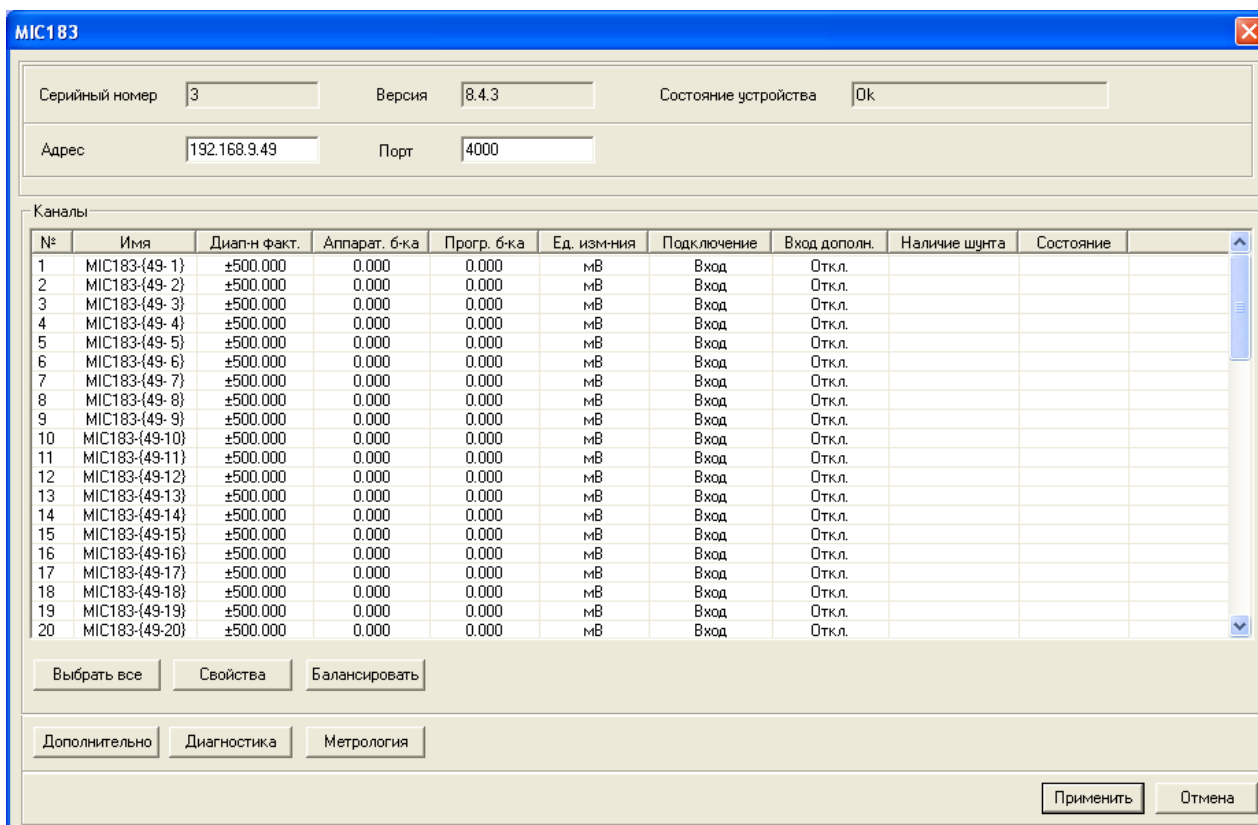
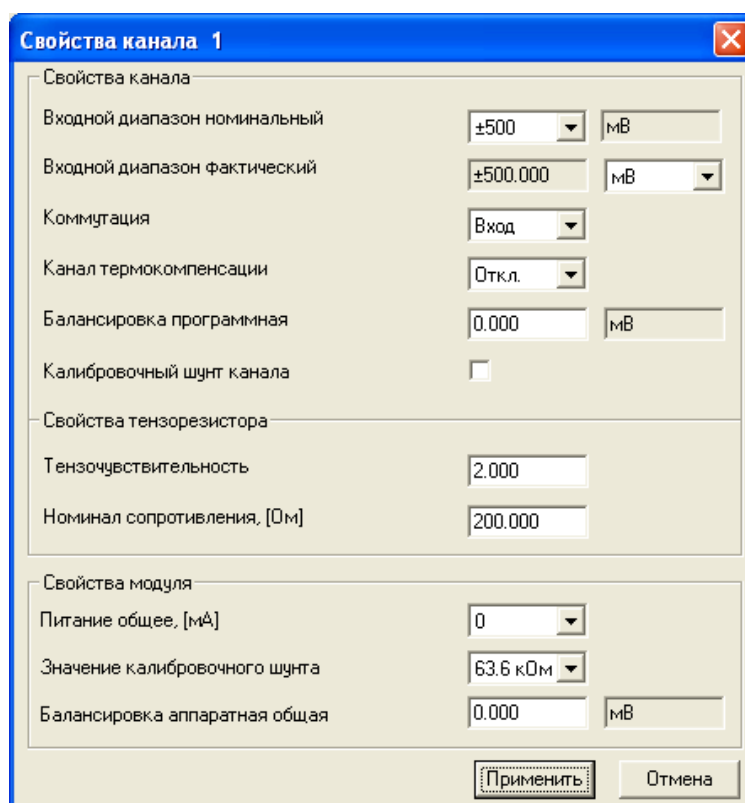
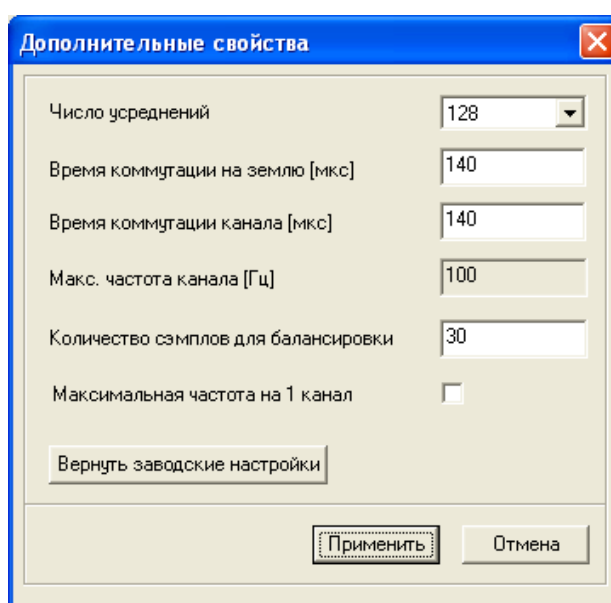
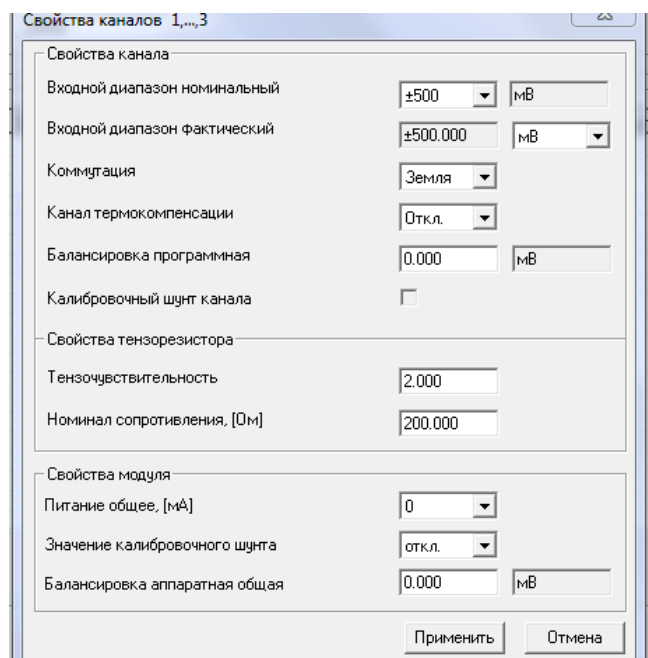

Рис. 12. Окно «MIC-183» - Подключение к Ethernet и настройка каналов
Рис. 13. Окно «Свойства канала 1»
Рис. 14. Окно «Дополнительные свойства» настройки каналов
Рис. 21. Настройка каналов при проверке «на заземление»
2.2.4.7 В результате выполнения будет выведено окно «Найденные устройства», в котором должна присутствовать строка вида: «MIC-183 – ... с/н:х», где х-серийный номер комплекса MIC-183. Нажать правую кнопку «мыши» на строке «MIC-183 – ... с/н:х», в контекстном меню выбрать пункт «Свойства», затем в открывшемся окне «MIC-183» вести в поле «Адрес» (См. Рис. 12) IP-адрес MIC-183, после чего можно закрыть окно «MIC-183» нажатием кнопки «Применить» и подключить IP-адрес, либо продолжить настройку каналов, результаты которой отображаются в поле «Каналы».
2.2.4.8 Настройка каналов может быть выполнена применительно к одному, группе или всем 64 каналам комплекса MIC-183, выбор которых производится с помощью клавиш Shift, Ctrl при выделении строк курсором мыши. После выбора настраиваемых каналов, кнопкой «Свойства» (см. Рис. 12) открывается окно «Свойства канала 1» (см. Рис. 13), в котором выполняются следующие настройки:
- Балансировка программная устанавливается автоматически при выполнении операции «Балансировка» (см. Рис. 12. Окно «МІС-183» - Подключение к Ethernet и настройка каналов), но может быть скорректирована в ручном режиме;
Примечание– При каждом запуске автоматической балансировки (Рис. 12. Окно «МІС-183» - Подключение к Ethernet и настройка каналов), значения балансировки будут обновляться, при этом значения, введенные пользователем, будут изменены.
2.2.4.9 В окне «Дополнительные свойства» (см. Рис. 14), которое открывается нажатием кнопки «Дополнительно» в окне «МІС-183» (см. Рис. 12) отображаются заводские настройки коммутаторов и АЦП модуля МІ-183.
3.4.5 **Проверка «заземлением входа канала»:** В процессе настройки комплекса МІС-183, как описано в п. 2.24., перейти в окно «Свойства канала» (см. Рис. 13). Выделить канал или группу каналов, работоспособность которых необходимо проверить. Нажать кнопку «Свойства». Установить «Входной диапазон» - 500 мВ, «Коммутация» - из выпадающего списка «Земля», «Канал термокомпенсации» - «Откл.», «Питание общее» - «0», «Значение калибровочного шунта» - «Откл.» (см. Рис. 21).
3.4.6 Проверка опорного напряжения: Открыть окно «Свойства каналов» (см. Рис. 21). При настройках режима проверки «заземлением входа канала», в строке «Коммутация» из выпадающего списка выбрать «39,2 мВ». Нажать «Применить» и закрыть режим настройки. Открыть Цифровой формуляр главного окна Recorder и нажать кнопку «ПРОСМОТР». В столбце «Значение» проверяемых каналов должны фиксироваться значение 39,2 мВ.
3.4.7 Проверка балансировкой: Открыть окно «Свойства каналов» (см. Рис. 21). При настройках режима проверки «заземлением входа канала», в строке «Коммутация» из выпадающего списка выбрать «Вход», установить «Питание общее» - «4», в строке «Балансировка аппаратная общая» установить смещение «+U» в несколько единиц или десятков мВ. Нажать «Применить» и закрыть режим настройки. Открыть Цифровой формуляр главного окна Recorder и нажать кнопку «ПРОСМОТР». В столбце «Значение» проверяемых каналов должны фиксироваться значение «-U».
3.4.8 Проверка «Заглушкой». Для этой проверки необходимо изготовить «заглушку» - разъем, подключаемый ко входу проверяемого канала с резистором, имитирующим подключение датчика в пределах $R = 100 \dots 400$ ом. Открыть окно «Свойства каналов» (см. Рис. 21). При настройках режима проверки «балансировкой», установить входной диапазон «E», в строке «Коммутация» из выпадающего списка выбрать «Вход», установить «Питание общее» - «I» (Значения E и I зависят от выбранного сопротивления заглушки и должны отвечать требованиям $I < E/R$). Нажать «Применить» и закрыть режим настройки. Открыть Цифровой формуляр главного окна Recorder и нажать кнопку «ПРОСМОТР». В столбце «Значение» проверяемых каналов должны фиксироваться значение равное IR мВ.